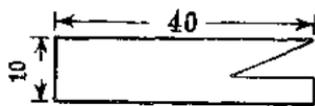
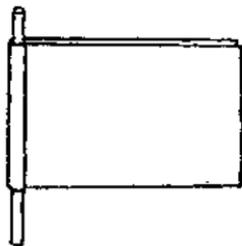
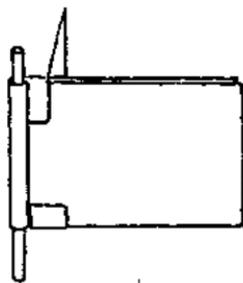
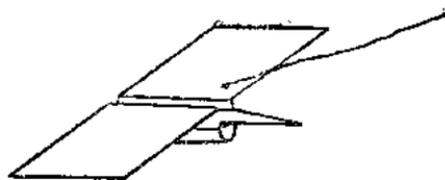

图 2
图 5
图 6
图 7
2. 把一块长 40 毫米、阔 10 毫米的铁皮剪成图 2 的样子。
4. 制水平翼：剪一块长 100 毫米、阔 25 毫米的图画纸，把一根比竹丝稍粗的铁丝(或大铁钉)夹在中间(图 5)。再用图 2 所示的铁皮在靠近铁丝的地方包上去(图 6)。最后，把两片翼子折平，把铁丝抽出，并在一片翼子的前端系上一根棉纱线(图 7)。